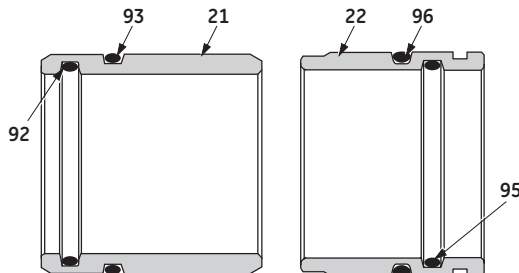

Figura 4 - Aranjarea opțională a garniturilor inelare
- E. Componentele care ar trebui să fie scoase împreună cu arborele (19) sunt: garnitura de etanșare (17), inelul de presgarnitură (23 sau 100), tubul distanțier (20) și bucușă de ghidare superioară (21).
Notă: Tubul distanțier (20) și bucușă de ghidare superioară (21) pot rămâne în corp. Acestea trebuie scoase. Tubul distanțier (20) poate fi scos numai prin tragerea acestuia prin capătul cu capac al corpului. Bucușă de ghidare superioară (21) poate fi împinsă afară din corp după scoaterea obturatorului sau poate fi trasă prin capătul cu capac al corpului. La supapele concepute pentru utilizarea în condiții de noroi sau vâscozitate, bucușă de ghidare superioară are o garnitură inelară internă (92) și o garnitură inelară externă (93), iar bucușă de ghidare inferioară are o garnitură inelară internă (95) și o garnitură inelară externă (96) (Consultați Figura 4).